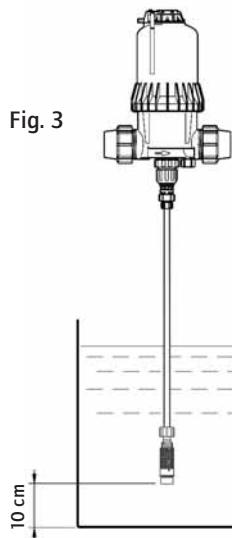

Fig. 3
**ATTENZIONE !** - Lasciare la succhieruola a circa 10 cm dal fondo del serbatoio di soluzione per evitare di aspirare le particelle insolubili che possono danneggiare il corpo dosatore (Fig. 3).